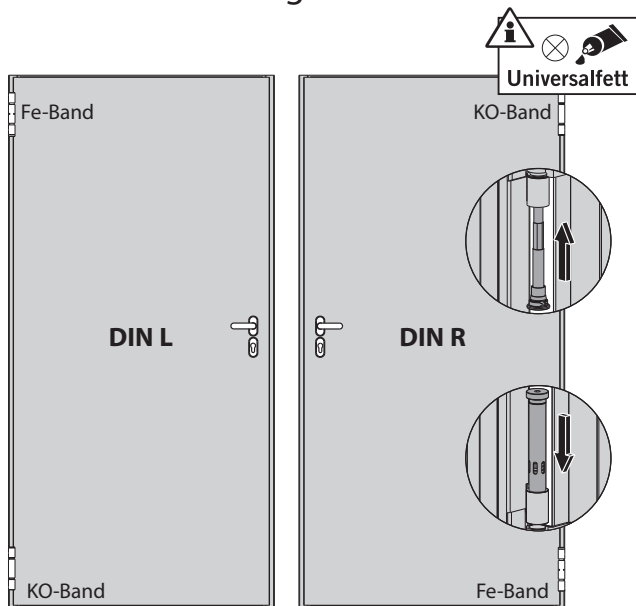

Abb. 12.1
Die Gehrichtung (DIN L oder DIN R) einer Türe wird durch die Ansichtsseite an der die Bänder sichtbar sind bestimmt (Abb. 12.1). Befinden sich die Bänder auf der Ansichtsseite links, so ist die Türe DIN L (links) sonst DIN R (rechts). Bei linken Türen (DIN L) befindet sich das Federband (FE-Band) oben und das Konstruktionsband (KO-Band) unten am Türblatt. Bei rechten Türen ist es umgekehrt. Die Bänder sind nach ca. 50.000 Zyklen bzw. einmal jährlich mit Universalfett zu schmieren, auf Leichtgängigkeit und die Türe auf Selbstschließung zu kontrollieren.
Lagerstellen und Bolzen mit Universalfett schmieren (Abb. 12.2.b und 12.3.a + 12.3.b an Stelle ②). Türblatt zur Zarge positionieren (Abb. 12.2.a + 12.2.b). Bandbolzen von der Türmitte her eintreiben (Abb. 12.1 bzw. 12.3.a + 12.3.b), Federbandbolzen dabei so drehen (Abb. 12.3.a), dass das Federauge beim Einschlagen des Bälzens vollständig in die Nut des Zargenbandteils einrastet.